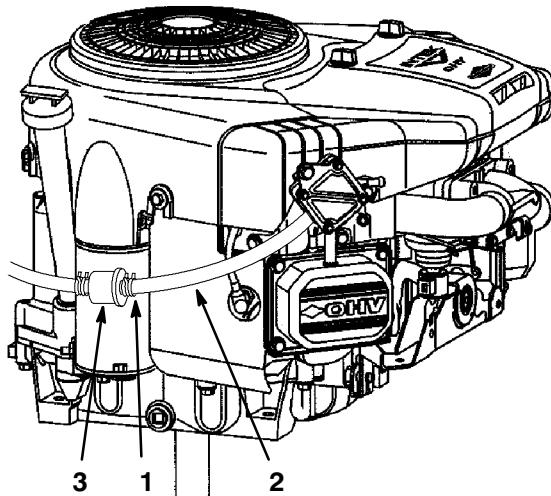

Abbildung 27
3. Die Enden der Schlauchklemme zusammendrücken und die Klemme an der Kraftstoffleitung entlang nach oben zum Kraftstofftank schieben (Abb. 27).
4. Die Kraftstoffleitung vom Filter ziehen (Abb. 27) und das Benzin in einen Benzin-kanister oder eine Auffangschale ablaufen lassen.
Der beste Zeitpunkt zum Austausch des Kraftstoff-filters (Abb. 27) ist bei leerem Kraftstofftank. Niemals einen schmutzigen Filter wieder anbringen, der von der Kraftstoffleitung entfernt worden ist.
4. Die Enden der Schlauchklemmen zusammendrücken und die Klemmen vom Filter wegschieben (Abb. 27).